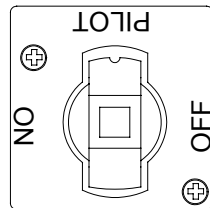

Abbildung 1
1. Sicherstellen, dass die Stromversorgung zur Fritiermaschine abgeschaltet ist. Dann den Gasventilknopf auf AUS stellen. Mindestens 5 Minuten lang warten, dann den Gasventilknopf auf PILOT (ZÜNDFLAMME) stellen (siehe Abbildung 1).